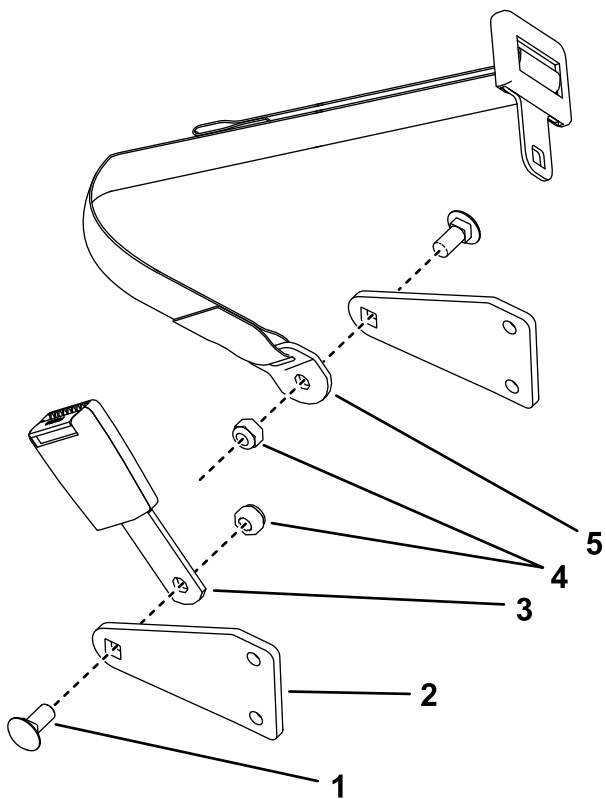

図 12
- シートベルトブラケットの内側にシートベルトバックルと Tongue を取り付けるキャリッジねじ 7/16 x 1"2 本とロックナット 7/16"2 個を使用して 図 12 のように取り付ける。